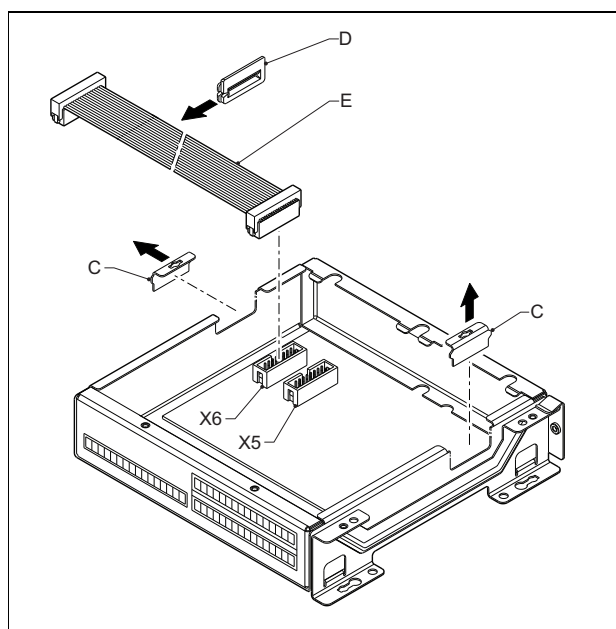
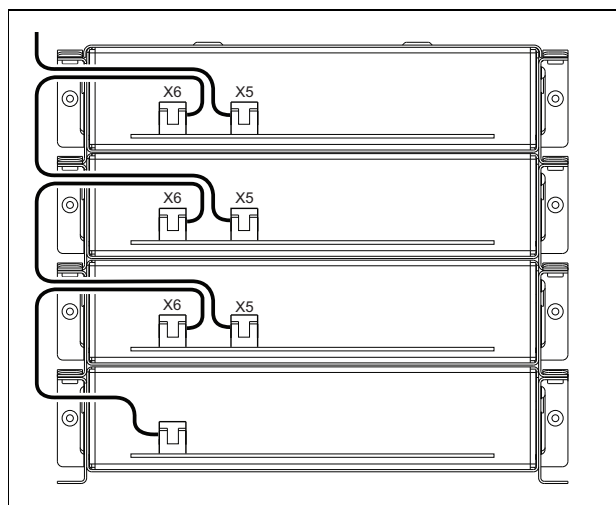
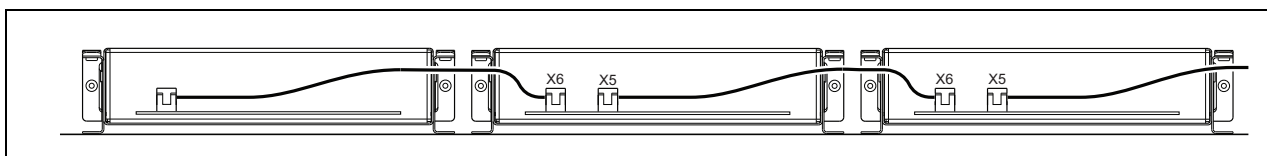

figura 20.9: Remoção dos orifícios
figura 20.10: Encaminhamento do cabo plano (módulos empilhados)
figura 20.12: Encaminhamento do cabo plano (módulos perto uns dos outros)
- 2 Remova os orifícios de entrada dos cabos (C) para as guarnições dos módulos (veja a figura 20.9). Isto depende da forma que pretende posicionar os módulos (empilhados, veja a figura 20.10 ou perto uns dos outros, veja a figura 20.12).
- 3 Coloque a guarnição (D) nos cabos planos (E).
- 5 Encaminhe o cabo plano para o outro módulo (veja a figura 20.10 ou a figura 20.12) e introduza a guarnição no orifício de entrada dos cabos.
Quando os módulos não estão empilhado, mas montados perto uns dos outros, coloque as tampas superiores para trás em todos os módulos (veja a figura 20.12).